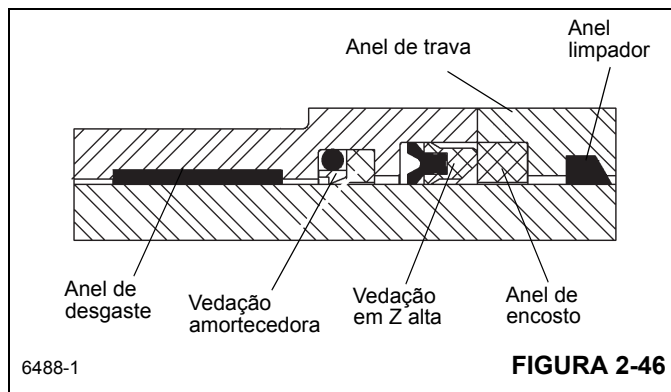

FIGURA 2-46
**NOTA:** Ao instalar vedações nas etapas 2 a 4, consulte a Figura 2-46.